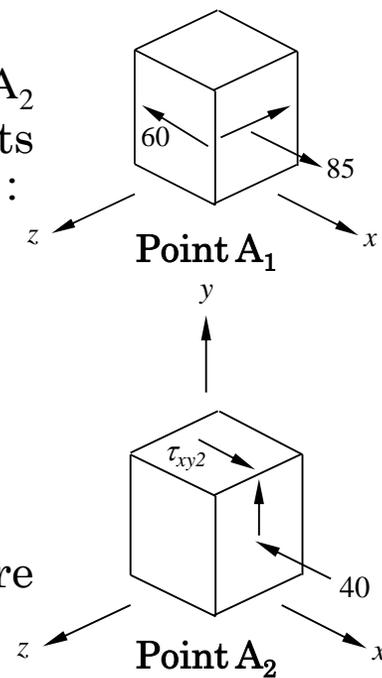
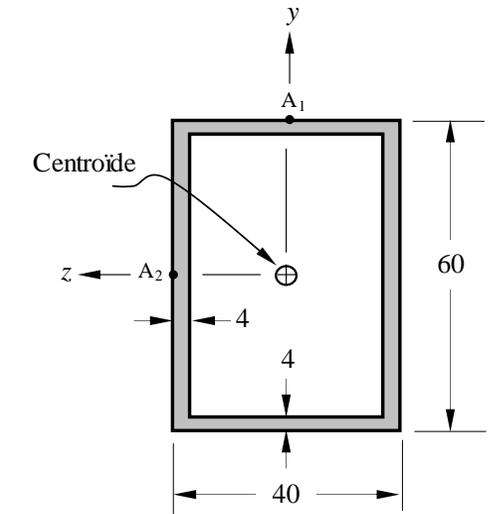

Figure 16c: cubes élémentaires des points  $A_1$  et  $A_2$
Figure 16b: poutre et chargement
L'état de contrainte induit par le chargement aux points  $A_1$  et  $A_2$  de la section A (voir la Figure 16b) est illustré sur les éléments infinitésimaux de la Figure 16c. Les propriétés de la section sont :
- La contrainte de cisaillement au point  $A_2$ ,  $\tau_{xy2}$  (voir la Figure 16c, sens montré arbitrairement).